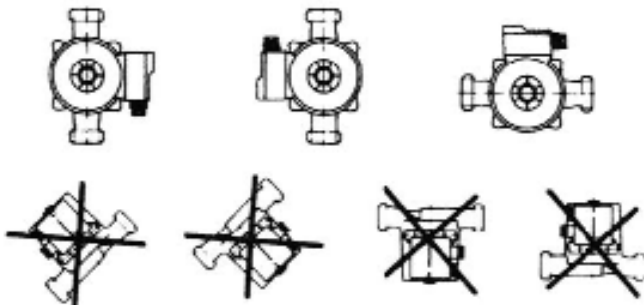

Рис. 1
- Насос ВСЕГДА устанавливайте так, чтобы обеспечить положение оси вала насоса в горизонтальном положении, а клеммной коробки сверху или сбоку (рис. 1).